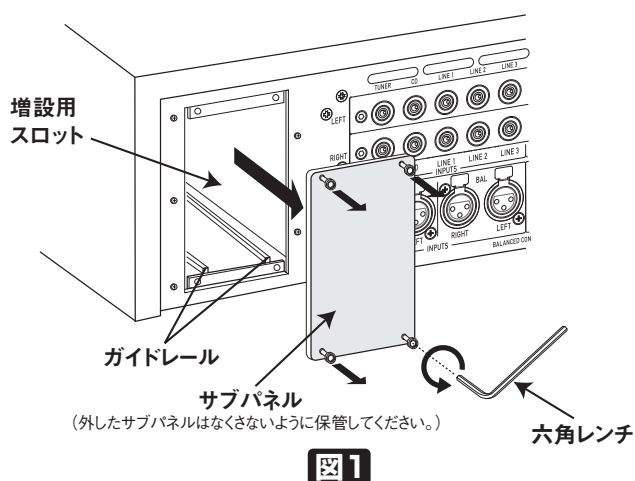

図1
- ① C-2820の電源スイッチをOFFにします。
- ② リアパネル側の増設用スロットのサブパネルをはずします。ネジは、付属の六角レンチを使用(反時計回り)してはずします。(図1参照)